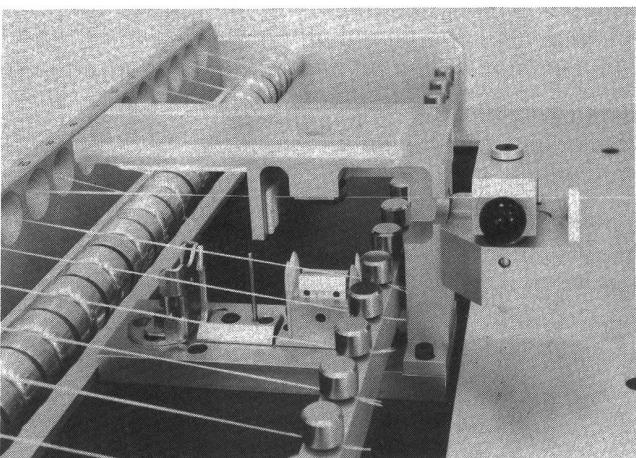

Bild 2
Daneben besteht in der textilen Prüftechnik auch Interesse an Spulenwechsletern, die völlig autonom arbeiten und in Verbindung mit verschiedenen Prüfgeräten eingesetzt werden können. Bild 2 zeigt einen derartigen, von Textechno entwickelten Wechsler, der eine eigene Mikroprozessorsteuerung besitzt und bei dem die Auflösung des Wechselvorganges durch ein externes Signal oder einen internen Timer erfolgt. Ein besonderes Merkmal dieses mit Spleissertechnik arbeitenden Gerätes ist die Möglichkeit, bei durchlaufendem Faden zu wechseln (1). Der neu anzulegende Faden A wird hierzu zusammen mit dem laufenden Faden B in eine Spleisserdüse eingeführt. Mit Einsetzen des Spleissvorganges wird Faden A mit Faden B verwirbelt und nimmt sofort dessen Geschwindigkeit an, wobei kontinuierlich eine weitere Verwirbelung der beiden nunmehr parallel laufenden Fäden stattfindet. Anschliessend wird Faden B mit einer automatischen Schere abgeschnitten und das Fadenende abgelegt. Faden A läuft nunmehr allein weiter.